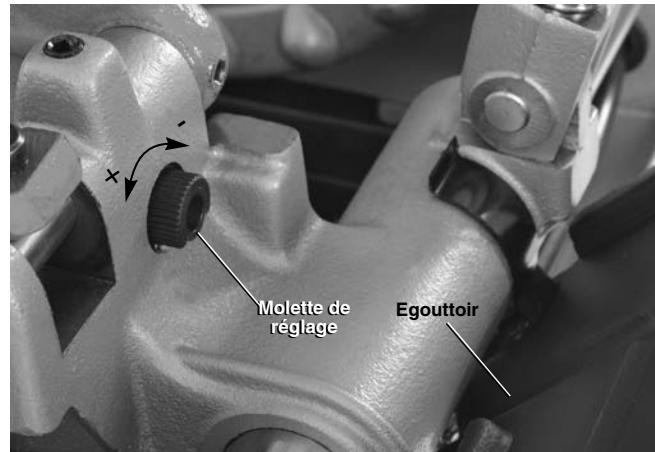

Figure 5 – Réglage du débit d'huile
11. Vérifiez le niveau d'huile de coupe RIDGID. Retirez le tiroir à copeaux et l'insert du carter d'huile pour vous assurer que le tamis d'huile est entièrement submergé. Reportez-vous au chapitre *Entretien du système de lubrification*. Si la machine est équipée d'un égouttoir, assurez-vous qu'il est positionné de manière à diriger l'huile qui retombe de la tête de filière vers le tiroir à copeaux (Figure 5).
- Rabattez la tête de filière, puis appuyez sur la pédale de commande et tenez-la appuyée le temps nécessaire pour évaluer le débit d'huile à travers la tête de filière avant de lever le pied. Le débit d'huile se règle à l'aide de la molette située sur le chariot (*Figure 5*). Tournez la molette en sens horaire pour diminuer le débit, et en sens antihoraire pour l'augmenter. Ne jamais modifier le débit d'huile en cours d'opération.